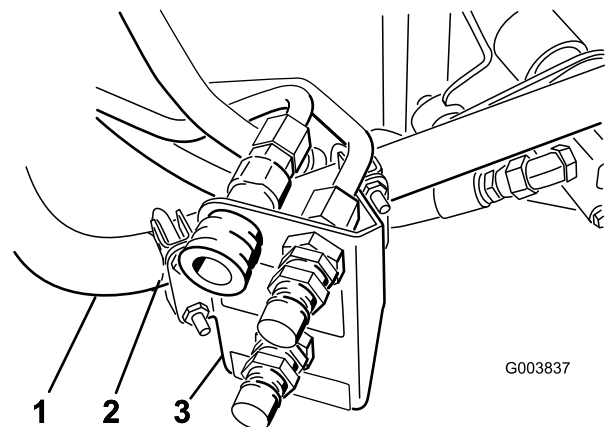

図 11
3. 丸管部にカップラブラケットを仮止めする 図 11を参照。